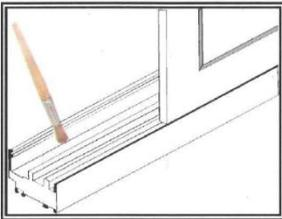

Bild 2
- Leicht zugängliche Komponenten wie Profilkantäle, Beschlagsteile, Öffnungen sind mittels Pinsel (siehe Bild 2) oder Lappen zu reinigen. Staub kann eventuell mittels Handstaubsauger entfernt werden.